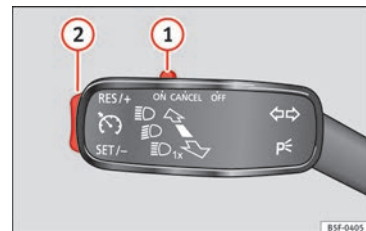

Fig. 47 A la izquierda de la columna de la dirección: conmutador y mandos de manejo del GRA.
- Conectar el GRA: desplace el conmutador » **fig. 47 ①** hasta **ON**. El sistema está encendido. El sistema no regula al no haber programado ninguna velocidad.
- Activar el GRA: pulse el botón » **fig. 47 ②** en la zona **SET/-**. La velocidad actual se memoriza y regula.
- Desconectar el GRA temporalmente: desplace el conmutador » **fig. 47 ①** hasta **CANCEL** o pise el freno. La regulación se desconecta temporalmente.
- Conectar el GRA de nuevo: pulse el botón » **fig. 47 ②** en **RES/+**. La velocidad memorizada se guarda y regula otra vez.
- Aumentar velocidad programada durante regulación de GRA: pulse botón **②** en **RES/+**. El vehículo acelera hasta la nueva velocidad guardada.
- Reducir velocidad programada durante regulación de GRA: pulse botón **②** en **SET/-** para reducir 1 km/h (1 mph). La velocidad se reduce hasta alcanzar la nueva velocidad memorizada.
- Desconectar el GRA: desplace el conmutador » **fig. 47 ①** a **OFF**. Se desconecta el sistema y la velocidad memorizada se borra.